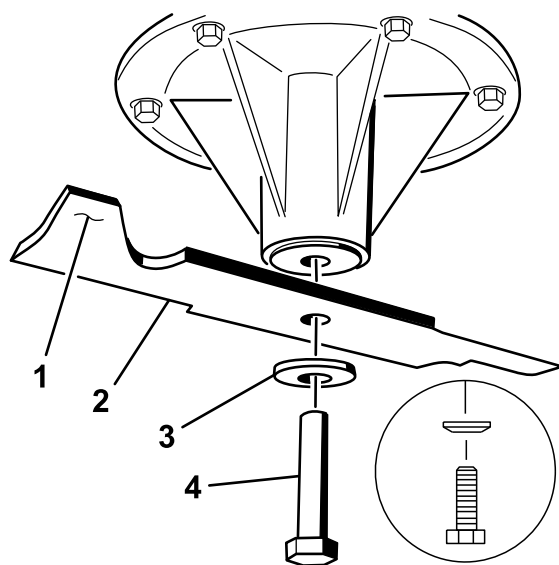

Figura 82
1. Instale la cuchilla en el eje (Figura 82).
2. Instale la arandela de muelle y el perno de la cuchilla. El cono de la arandela de muelle debe estar orientado hacia la cabeza del perno (Figura 82). Apriete el perno de la cuchilla a 115–149 Nm.